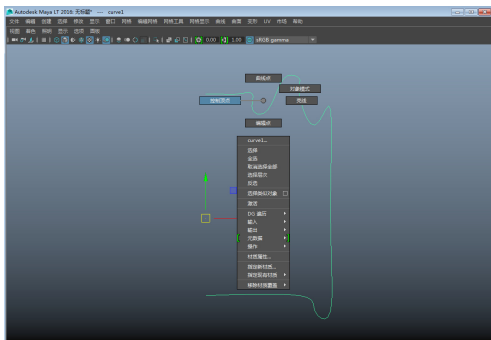

图 3-146 切换状态
- 4 绘制完毕后按 Enter 键确认绘制。在曲线上按住右不放，在打开的热盒中选择【控制顶点】，从而可以切换到控制点的编辑状态，如图 3-146 所示。